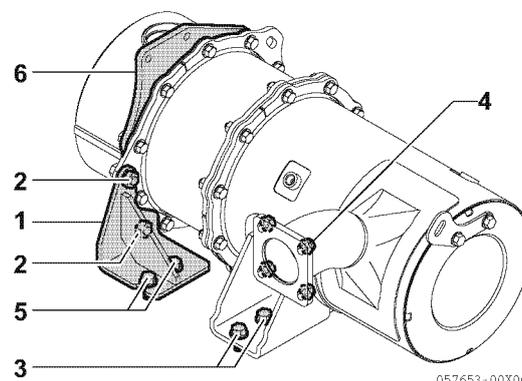

Figure 13-25
- Tout d'abord, desserrez légèrement les boulons à bride (2 pièces) (2, **Figure 13-25**) qui fixent le renfort du FAP (1, **Figure 13-25**) et le raidisseur de sorte qu'ils aient un certain jeu.
- Serrez provisoirement les boulons M10 du renfort central de l'ensemble FAP (2 pièces) (3, **Figure 13-25**).
- Installez la bride de la tubulure d'échappement (4, **Figure 13-25**) à l'aide des écrous à bride M8 (4 pièces), et serrez-les provisoirement.
- Serrez à fond les boulons M10 du renfort central (3, **Figure 13-25**).
- Serrez à fond les boulons à bride M10 (2 pièces) (5, **Figure 13-25**) du renfort du FAP côté carter du volant moteur.
- Serrez à fond les boulons à bride M8 du renfort du FAP (2 pièces) (2, **Figure 13-25**).